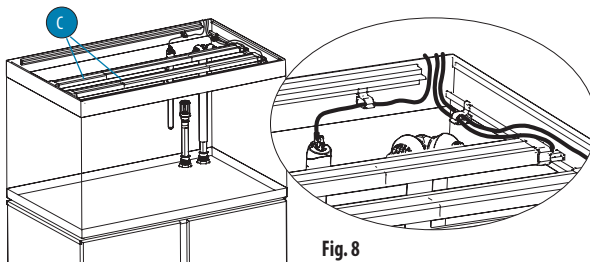

Fig. 8
1. Anbring forsigtigt LED-lysriben (C) på toprammen i den endelige position.
2. Træk kablerne til LED-lysriben ud af akvariet (se fig. 8).
1. Anbring kroge til el-kabel (D), hvor det er mest hensigtsmæssigt, ved at skubbe dem ind i den nederste rille på begge skinner (fig. 8) og træk kablerne ud af akvariet.
2. Placér kabelguide overkant (E) hen over glasset på akvariet.